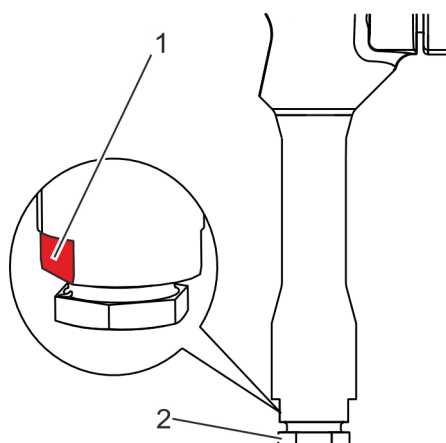

Fig. 13: Retener por las superficies de contacto de la llave
Retenga el cuerpo de la llave encajando una llave del 30 en las superficies de contacto de la llave (Fig. 13/1).
8. ➔ Suelte el elemento roscado de apriete (Fig. 13/2) girando la llave del 27 hacia la izquierda.